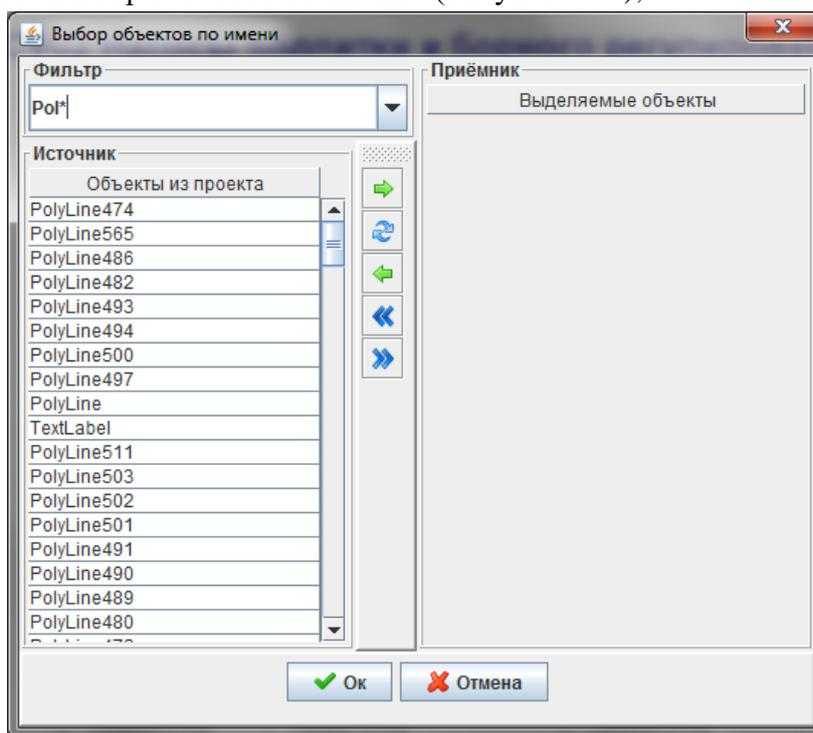

Рисунок 14 – Окно «Выбор объектов по имени»
- появится окно «Выбор объектов по имени» (Рисунок 14 –);